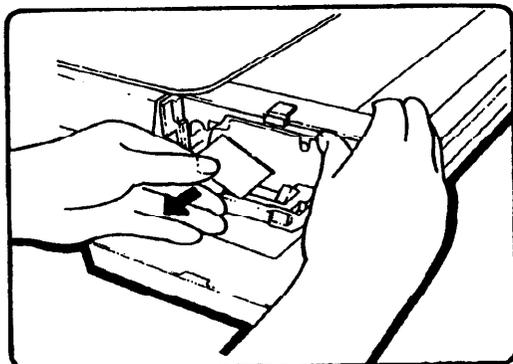

Рис. 5. Удаление уплотнения M60010
5. (Рис. 5): Из углубления над ручкой удалите защитное уплотнение.